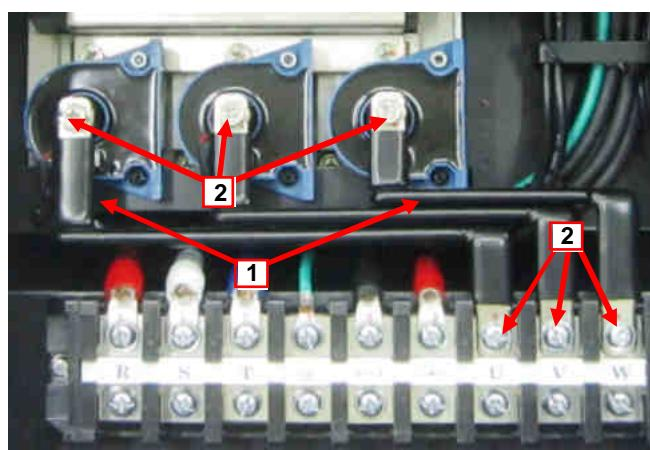

Рис. 7.21. Установка планки датчиков тока и силовых выходных шин.
- 7.19.1. Привернуть плату варисторов на стойки входных диодно-тиристорных модулей тремя винтами (рис.7.21).
7.19.2. Присоединить разъем заземления (рис.7.21).
7.20.1. Привернуть плату предохранителей на место четырьмя винтами (рис.7.21).
7.20.2. Соединить к разъемам «CN7» и «CN8» шлейф платы предохранителей (рис.7.21).
7.21.2. Вставить разъем шлейфа ЦП в ответную часть на плате центрального процессора и надавить на него так, чтобы защелкнулись боковые фиксаторы (рис.7.21).
7.21.3. Вставить в разъем E на плате ЦП провод заземления (рис.7.21).